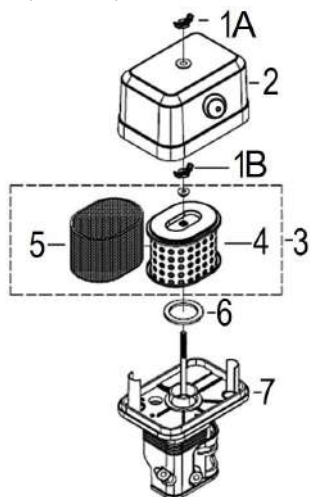

Рис. 39 Обслуживание воздушного фильтра
- Открутите барашковую гайку 1А и снимите крышку 2 воздушного фильтра (Рис. 39).
- Открутите барашковую гайку 1В и снимите воздушный фильтр 3 в сборе (Рис. 39).
- Проверьте целостность и чистоту фильтрующих элементов. Поролоновый (предварительный) фильтрующий элемент 5 установлен на корпусе бумажного фильтрующего элемента 4 (Рис. 39).